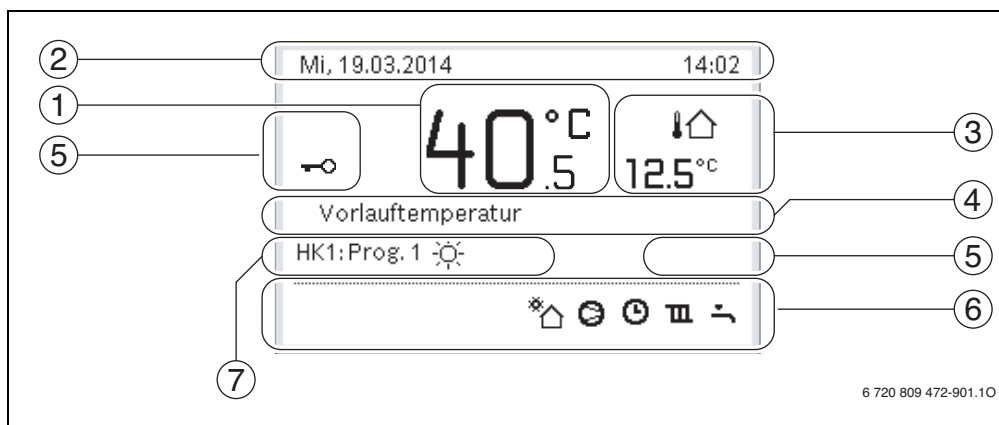

Bild 12 Beispiel für die Standardanzeige bei einer Anlage mit mehreren Heizkreisen
→ Bild 12, Seite 17
Die folgenden Beschreibungen gehen jeweils von der Standardanzeige aus (→ Bild 12, Seite 17).
► Warmwasser-Taste und Auswahlknopf drücken und einige Sekunden gedrückt halten, um die Tastensperre ein- oder auszuschalten. Wenn die Tastensperre aktiv ist, wird im Display das Schlüssel-Symbol angezeigt (→ Bild 12 [5], Seite 17).